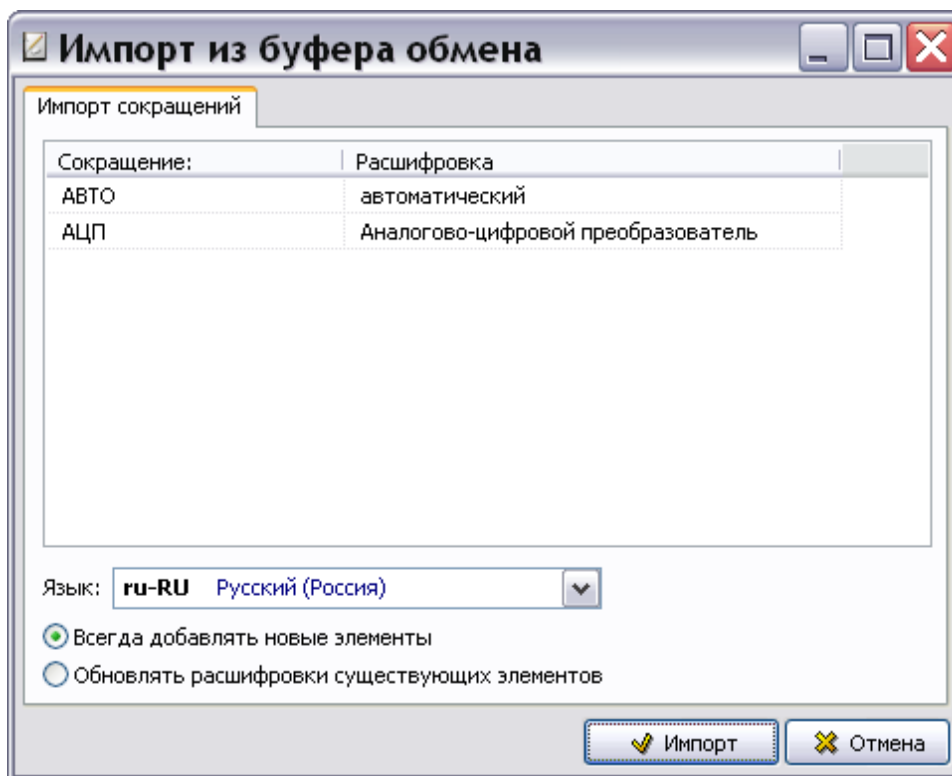

Рисунок 157
3) На инструментальной панели правого окна нажмите на кнопку **Импорт из буфера обмена** . После этого появится диалоговое окно **Импорт из буфера обмена** (рисунок 157).